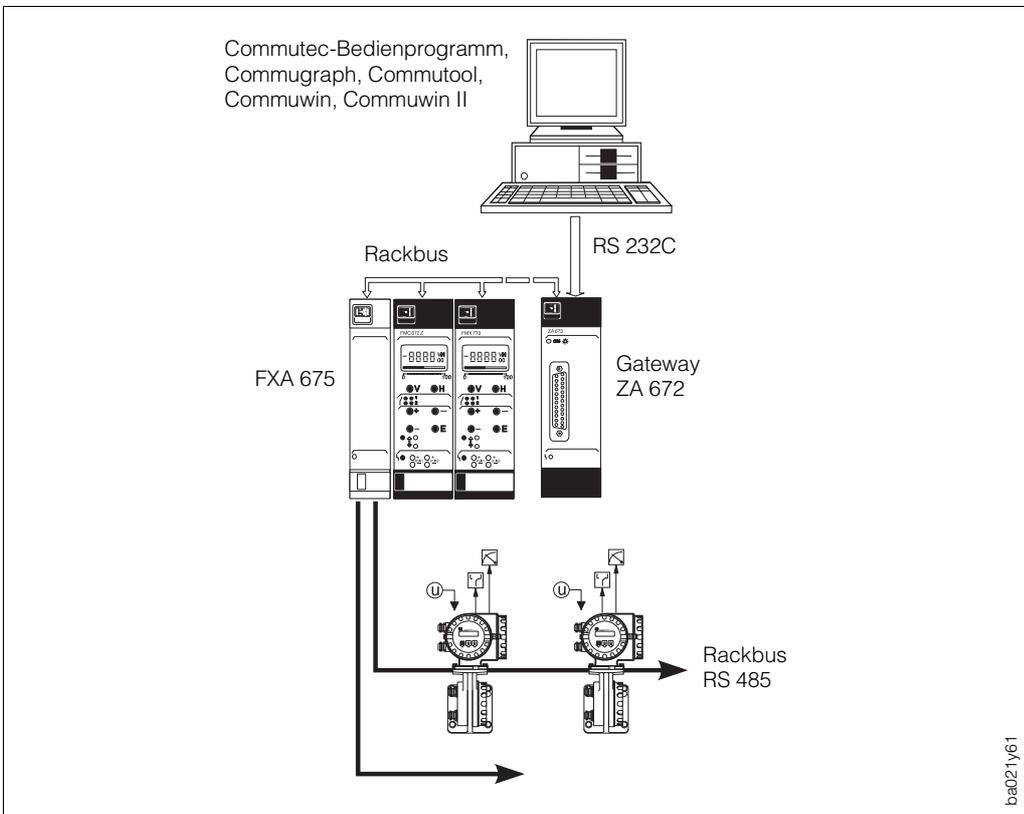

Abb. 39
- indirekter Anschluß an ein übergeordnetes Bussystem über eine Schnittstellenkarte FXA 675 und ein Gateway für MODBUS, PROFIBUS oder FIP (s. Abb. 39).